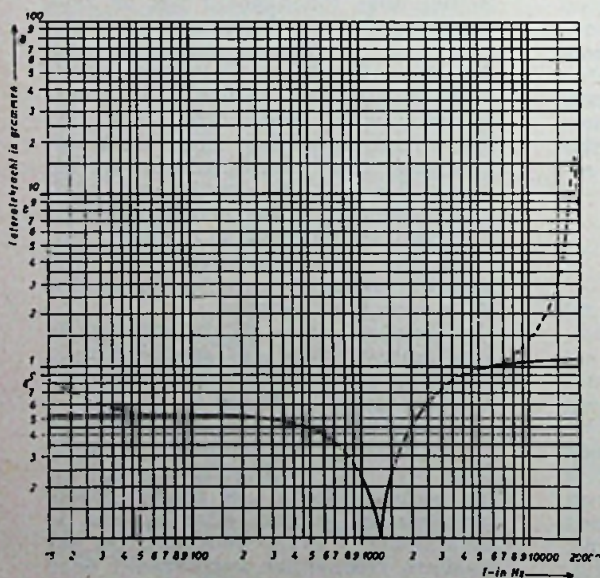

Fig. 27 - Verloop van de minimale naaldkracht als functie van de frequentie, nodig om de stijfheids- en massakrachten te overwinnen
In fig. 27 is het verloop van de minimaal toelaatbare naaldkracht (alléén noodzakelijk dus voor het overwinnen van de stijfheids- en massakrachten) uitgezet. We zien dat de stijfheidskracht ca. 0,5 gram bedraagt, zoals ook m.b.v. vgl. (56) in deel I.9.2-2 is te berekenen (RB 1958 no. 2), terwijl de massakracht ca. 1,1 gram bedraagt, een waarde die we ook reeds hebben gevonden op blz. 133 van genoemd RB. nummer.